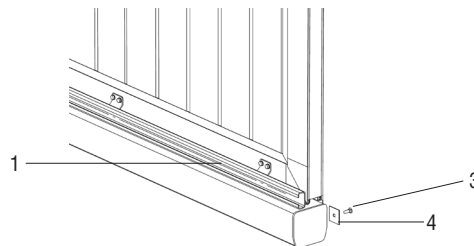

Рисунок 2
2. Заверните в С-профиль (1) болт с полукруглой головкой (3) и закладной пластиной (4) (см. рисунок 2).